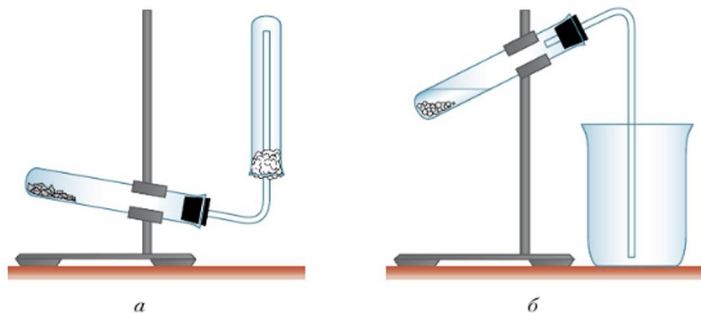

Рис. 56. Приборы для получения газов: *а* — аммиака; *б* — углекислого газа
1.1. Соберите прибор для получения аммиака (рис. 56, *а*). Насыпьте в сухую пробирку смесь для получения аммиака (смесь кристаллического хлорида аммония NH_4Cl и гидроксида кальция $\text{Ca}(\text{OH})_2$ в соотношении 2 : 1). Закройте пробирку пробкой с газоотводной трубкой и укрепите в лапке штатива. Обратите внимание на наклон пробирки со смесью. На газоотводную трубку наденьте сухую пробирку для собирания аммиака и закройте её отверстие ватным тампоном.
2.1. Соберите прибор для получения оксида углерода (IV) (рис. 56, б). Поместите в пробирку кусочки мрамора и прилейте соляную кислоту.